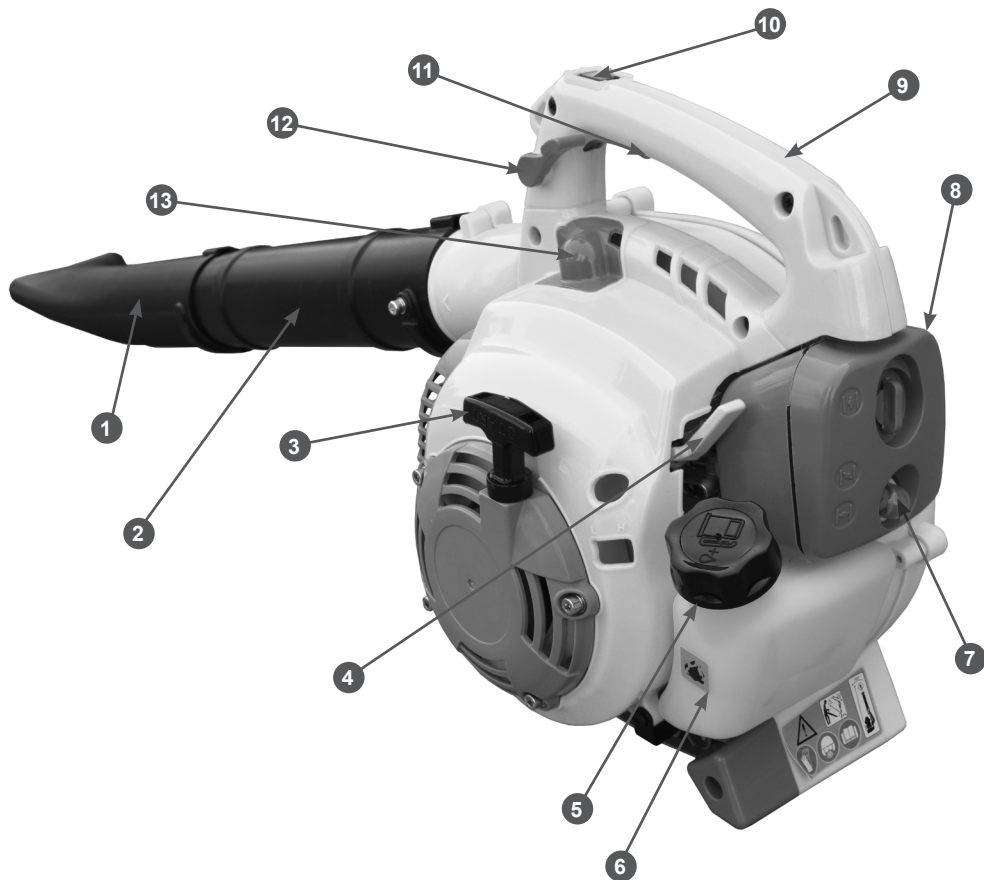

Рис. 1 Основные узлы и органы управления
Основные узлы и органы управления показаны на Рис. 1.
3. Закройте воздушную заслонку карбюратора. Для этого рычаг 4 (Рис. 1) управления воздушной заслонкой установите в положение «ЗАКРЫТО».
4. Прокачайте топливо через карбюратор. Для этого нажимайте (примерно 5-10 раз) на ручной топливный насос 7 (Рис. 1) до появления в насосе топлива и возникновения сопротивления при нажатии.
5. Выключатель зажигания 10 (Рис. 1) установите в положение «I» (ВКЛЮЧЕНО).
6. Возьмитесь правой рукой за рабочую рукоятку 9, а левой рукой за ручку стартера 3 (Рис. 1). Проверните коленчатый вал двигателя ручным стартером до тех пор, пока не почувствуете сопротивление, затем медленно опустите ручку стартера вниз. Снова медленно потяните за ручку стартера, пока не почувствуете, что стартер вошел в зацепление с маховиком, после чего, резко и с усилием потяните за ручку стартера и запустите двигатель. При необходимости повторите. После запуска двигателя медленно и плавно верните ручку стартера на место. Двигатель запускается только на короткое время и сразу глохнет.